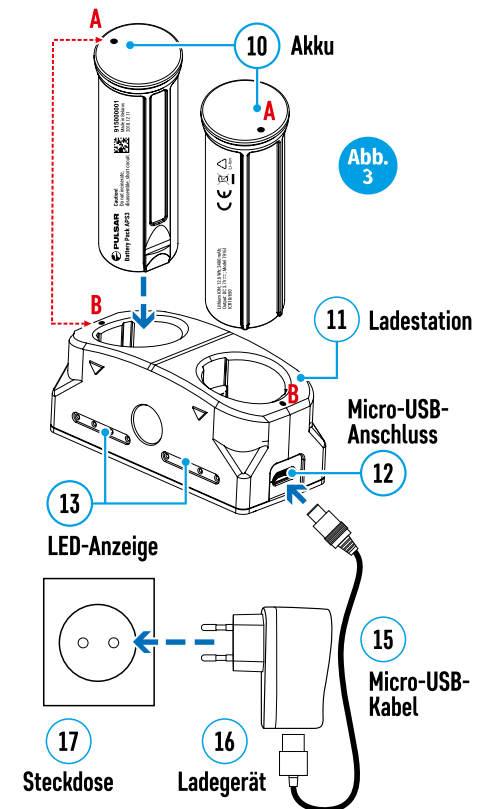

Abb. 3
Option 2 (Abb. 3):
- Schieben Sie den mit dem Gerät gelieferten oder separat erworbenen wiederaufladbaren Akku (10) entlang der Führungsschiene vollständig in den APS-Ladeschacht (separat erhältlich) (11) (siehe Abb. 3).
- Verbinden Sie den microUSB-Stecker des USB-Kabels (15) mit dem microUSB-Anschluss des Netzsteckers (16). Stecken Sie das Gerät in eine Steckdose mit 100 – 240 V (17).
- Verbinden Sie den zweiten Stecker des microUSB-Kabels mit der Buchse (12) des Netzladeadapters (11).
- Die LED-Anzeige (13) leuchtet auf.